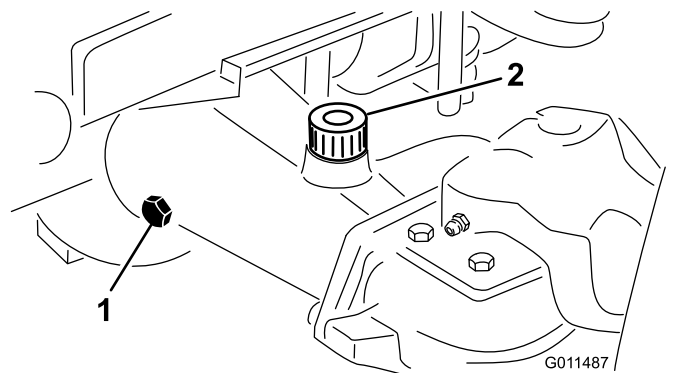

Figura 72
2. Retire un tapón de verificación de un extremo del eje y asegúrese de que el lubricante llega al borde inferior del orificio (Figura 72).